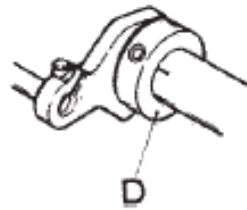

Fig. 17
At the time of shipment of machines, Front Needle Guard has been adjusted to come nearest to left Needle when the point of Looper passes at the center of Needle. In case of readjusting timing of movement of front Needle Guard, loosen Screw (C) (Fig. 17) and move Needle Guard Eccentric (D).
A la hora del envío de las máquinas, el Guardas Aguja del Frente ha sido ajustado para llegar cerca de a la Aguja izquierda cuando la punta del Engazador pasa al centro de la Aguja. En caso de reajuste del tiempo del movimiento del Guarda Agujas del frente, afloje el tornillo (C) (Fig. 17) y mueva el Guarda Agujas